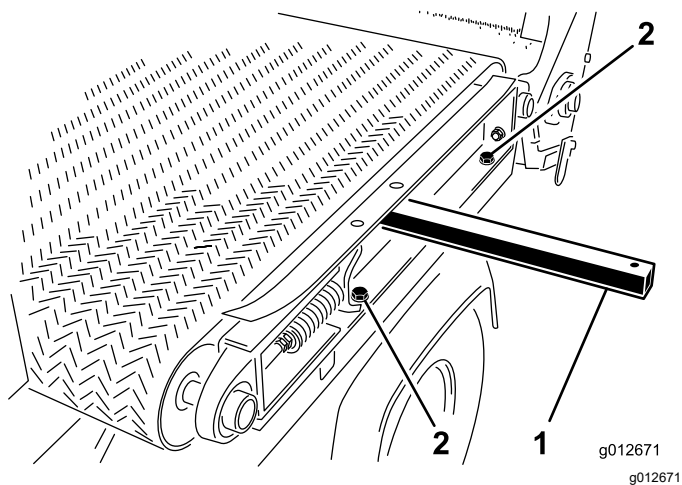

Figura 35
1. Sul lato sinistro della macchina, montate la guida del telaio scorrevole al parafrangente sinistro (Figura 35) con le 2 viti a testa cilindrica e le 2 rondelle che avete rimosso in Smontaggio del pianale scorrevole \(pagina 23\) e serrate le viti a testa cilindrica.